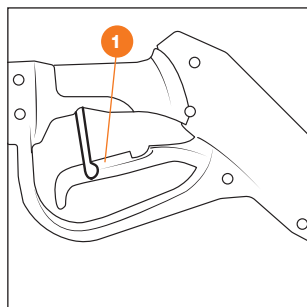

Рис. 16
При перерывах во время работы всегда сбрасывайте давление и закрывайте предохранительное устройство ❶, расположенное на рукоятке пистолета (Рис. 16).